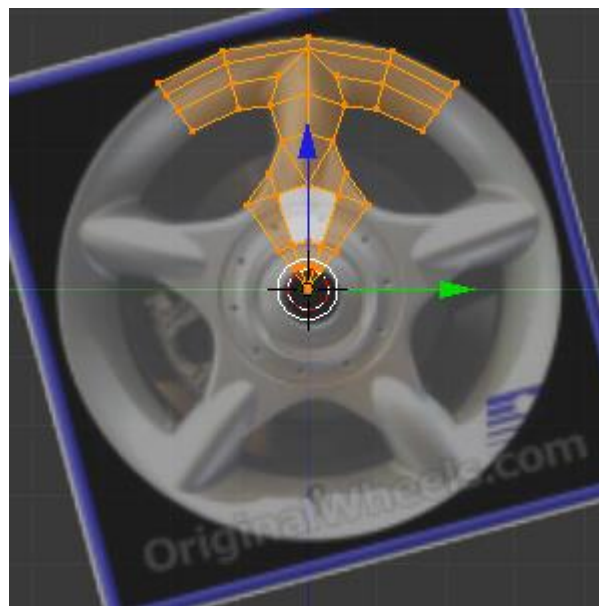

Figura 5.4
4. Associe um modificador **Mirror** à malha, figura 5.4.